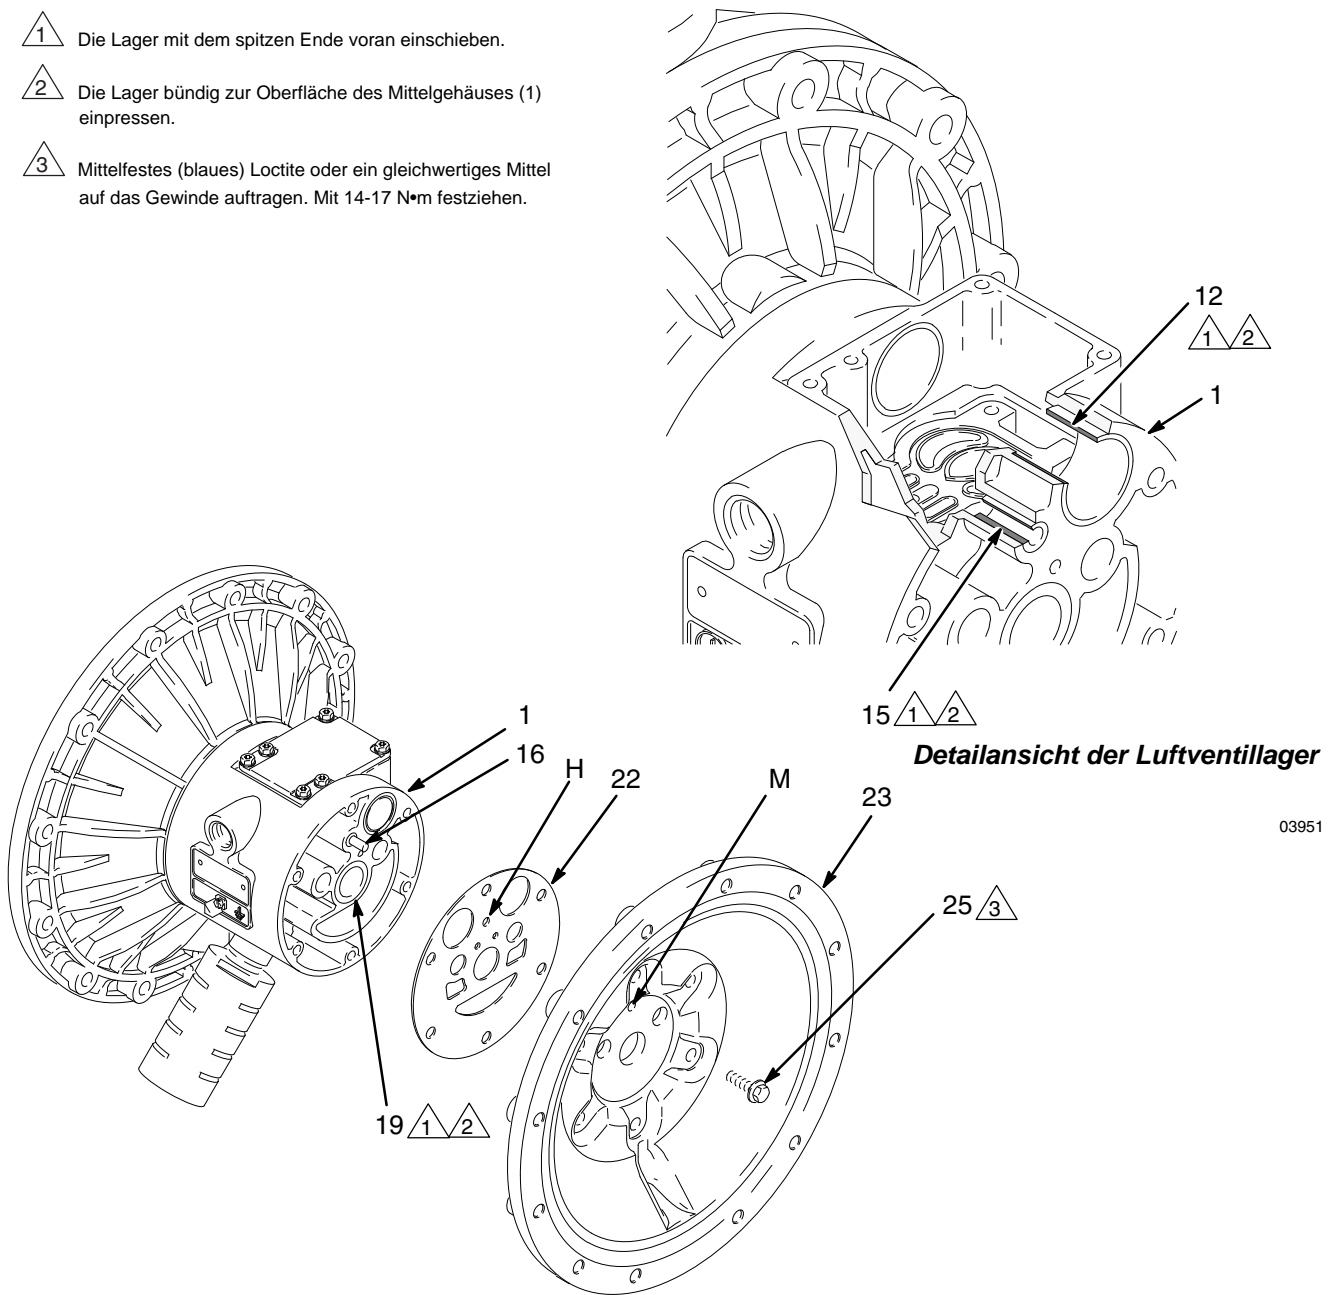

ABB. 13
1. Die U-Packungen der Welle (402*) schmieren und so anbringen, dass die Lippen aus dem Gehäuse (1) **herauszeigen**. Siehe ABB. 13.
2. Die luftseitige Scheibe (104) auf die Membrane (401) setzen. Die breite, gerundete Seite der Scheibe muss zur Membrane zeigen. Mittelfestes (blaues) Loctite oder ein gleichwertiges Mittel auf das Gewinde der Membraneneinheit auftragen. Die Einheit handfest in die Welle (24) schrauben.
3. Die Membranwelle (24) der Länge nach und an den Enden einfetten. Die Membraneneinheit mit der Welle in eine Seite der Pumpe einführen. Den Materialdeckel (101) und das Mittelgehäuse (1) so ausrichten, dass der Pfeil (A) in dieselbe Richtung zeigt wie das Luftventil. Den Deckel mit den Schrauben (106 und 112) handfest anziehen.
4. Die längeren Schrauben (112) mit einem 13-mm-Steckschlüssel entgegengesetzt und gleichmäßig mit 22-25 N•m festziehen. Dann die kürzeren Schrauben (106) mit einem 10-mm-Steckschlüssel anziehen. Siehe **Anzugsreihenfolge** auf Seite 29.
5. Mit einem 10-mm-Steckschlüssel die Schrauben (25) lösen, mit denen die Luftdeckel (23) am Mittelgehäuse (1) befestigt sind. Siehe ABB. 13.
6. Die Luftdeckeldichtungen (22) entfernen. Die Dichtungen immer durch neue ersetzen.
7. Mit einem Lagerabzieher die Membranwellenlager (19), Luftventillager (12) oder Führungsstiftlager (15) abziehen. Unbeschädigte Lager nicht entfernen.
1. Falls sie entfernt wurden, die U-Packungen der Welle (402*) so anbringen, dass die Lippen aus dem Gehäuse (1) **herauszeigen**.
2. Die Lager (19, 12 und 15) sind konisch und lassen sich nur in eine Richtung einbauen. Die Lager **mit dem verjüngten Ende zuerst** in das Mittelgehäuse (1) einsetzen. Mit einer Presse oder einem Holzhammer und Klotz das Lager bündig zur Oberfläche des Mittelgehäuses einpressen.
4. Die neue Luftdeckeldichtung (22) so ausrichten, dass der aus dem Mittelgehäuse (1) hervorstehende Führungsstift (16) durch die richtige Öffnung (H) in der Dichtung passt.
5. Den Luftdeckel (23) so ausrichten, dass der Führungsstift (16) in die mittlere Öffnung (M) der drei kleinen Öffnungen an der Deckelmitte passt. Die Schrauben (25) handfest eindrehen. Siehe ABB. 13. Mit einem 10-mm-Steckschlüssel die Schrauben entgegengesetzt und gleichmäßig mit 14-17 N•m anziehen.